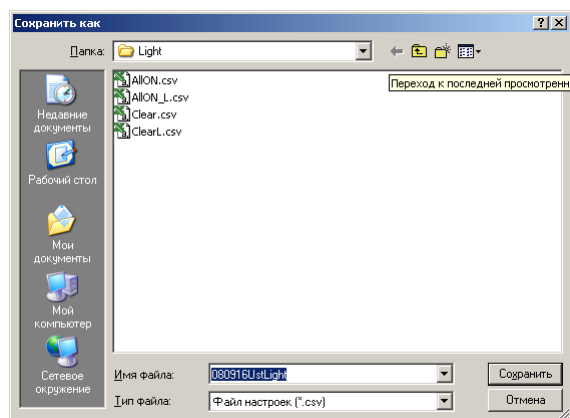

рис. 8
- 2.2. Кнопка «**Сохранить в файл значения параметров**». Данная кнопка предназначена для сохранения уставок в файл. После нажатия этой кнопки отобразится стандартное диалоговое окно сохранения файла см. рис. 8